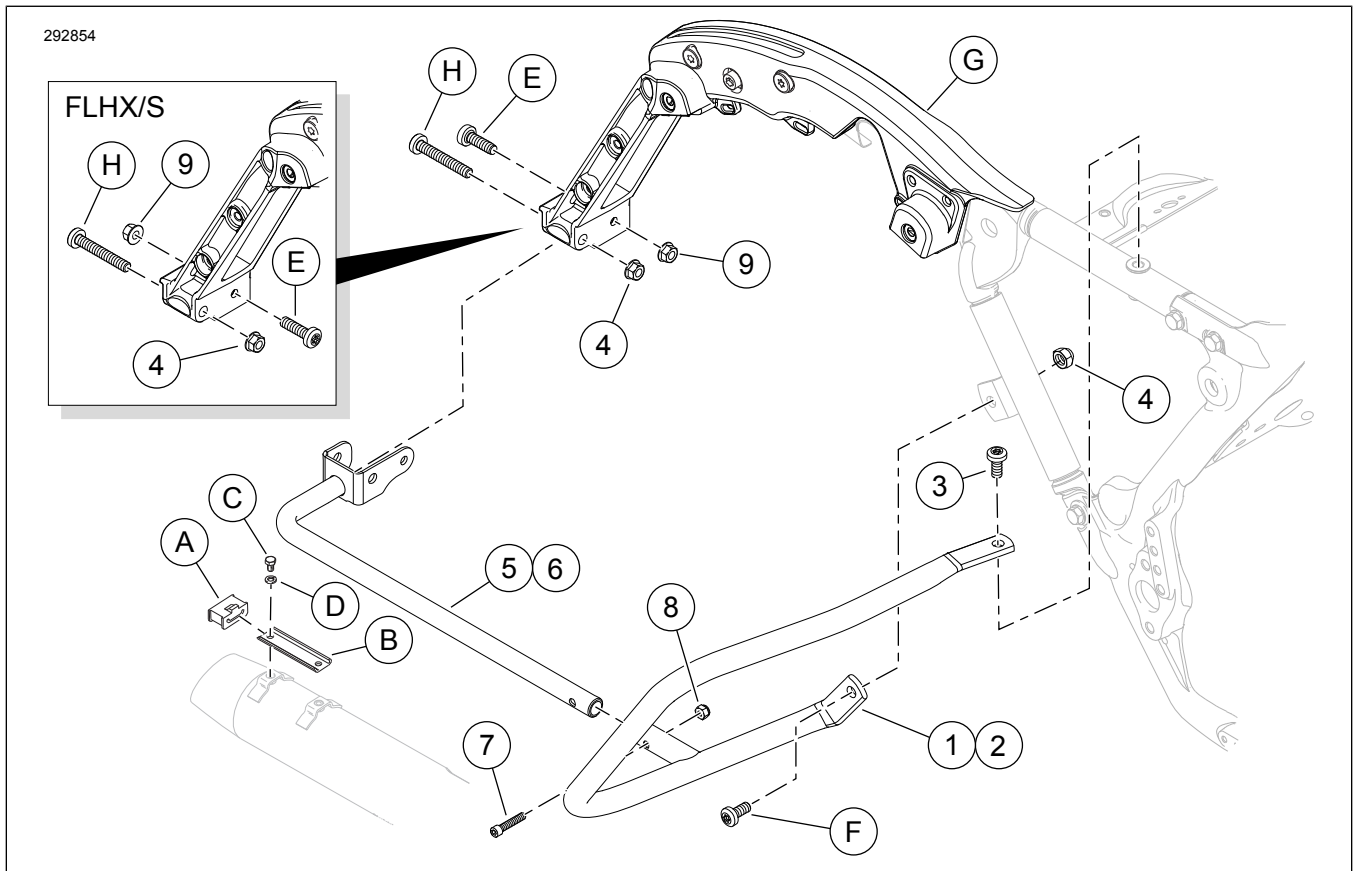

Figure 1. Contenu du kit : Kit protection de sacoche
1. Voir la figure 1. Installer l'arrière du **nouveau** tube de support de sacoche (5 ou 6) à l'élément moulé de support de sacoche (G).
- a. Installer la vis (H, retirée plus tôt) et l'écrou autobloquant sans les serrer (4).
- a. Installer la vis (3) sans la serrer pour fixer la protection de sacoche avant (1 ou 2) au cadre supérieur.
- b. Installer la vis (F, retirée plus tôt) et l'écrou autobloquant (4) sans les serrer pour fixer la protection au tube descendant du cadre.
- a. Installer la vis à tête creuse hexagonale (7).
- b. Installer l'écrou autobloquant (8). Ne pas serrer complètement.